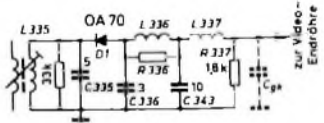

Bild 32 Schaltung des Videogleichrichters
An Hand von Bild 32 soll die Videogleichrichtung näher erläutert werden. Der Schwingkreis L 335, C 335 überträgt alle Zwischenfrequenzen von etwa 33... 40 MHz. Führt man der Videodiode (D) das amplitudenmodulierte ZF-Signal (Bild 33a) zu, so fließt nur bei den negativen Halbwellen der Trägerschwingung Strom durch D) in den Kondensator C 336. Da die Zeitkonstante  $\tau = R_1 \cdot C 336$  ( $R_1$  ist der Innenwiderstand des Gleichrichterkreises) sehr klein ist, wird C 336 jeweils auf die Spitzen-